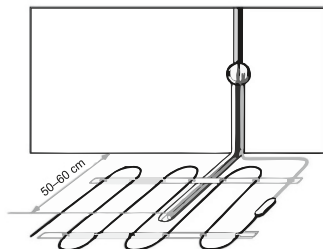

Рисунок 1 – Расположение датчика температуры
**Монтаж датчика температуры:** датчик температуры размещается в гофрированную пластиковую трубку. Торец трубки закрывается герметичной заглушкой, предотвращающей попадание внутрь раствора для крепления плитки или цементного раствора при устройстве теплого пола. Гофрированная трубка с датчиком внутри располагается на уровне нагревательного кабеля, между его витками, на равном удалении от них (рисунок 1). Другой конец трубки с установочным проводом датчика температуры внутри укладывается в подготовленную в полу канавку (штробу) и подводится к месту установки терморегулятора или распаечной коробки. Излишки трубки и установочного провода обрезаются по месту. Монтаж датчика температуры пола производится на этапе установки нагревательного мата, секции или пленки. Терморегулятор устанавливается в конце монтажа теплого пола.